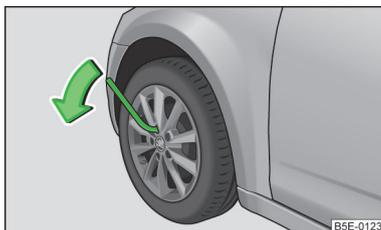

Abb. 198
- › Am Schlüsselende fassen und die Schraube etwa eine Umdrehung in Pfeilrichtung drehen » Abb. 198.
- › Am Schlüsselende fassen und die Schraube entgegen der Pfeilrichtung drehen » Abb. 198, bis diese fest ist.